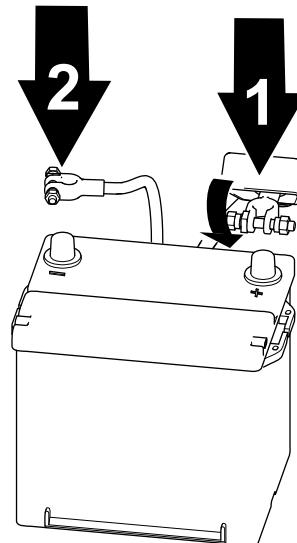

Figura 63
1. Conecțai cablul pozitiv la baterie și strângi piula clemei bateriei (Figura 63).
2. Conecțai cablul negativ la baterie și strângi piula clemei bateriei (Figura 63).